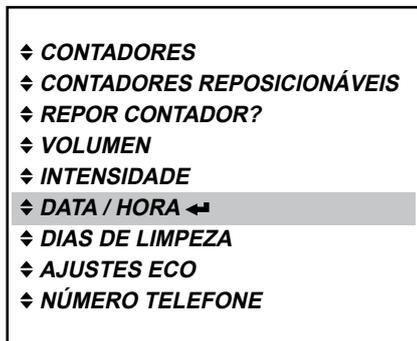

Fig. 59
1. Prima a tecla Enter ← para aceder ao menu «DATA/HORA». (Fig. 59)